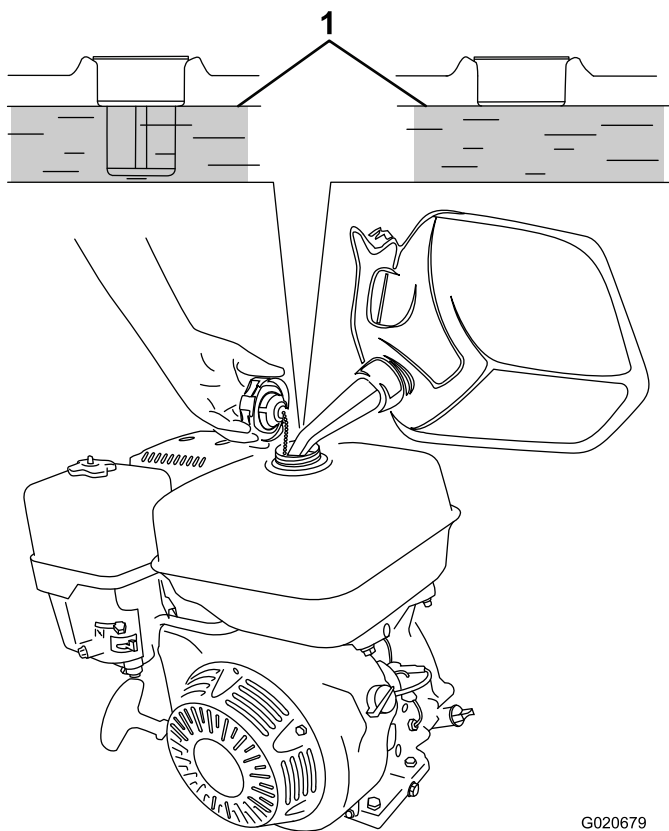

Figura 32
3. Añada combustible al depósito de combustible hasta que el nivel llegue al borde inferior del nivel máximo de combustible, según se muestra en Figura 32.